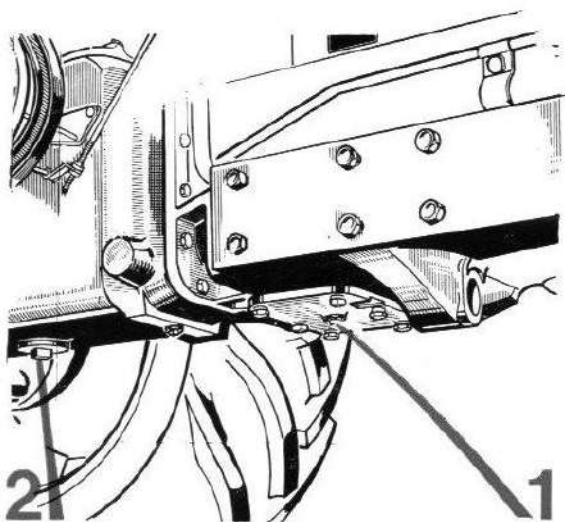

FIG. 57
- Vidanger la boîte de vitesses par les bouchons (1) et (2) (fig. 57).